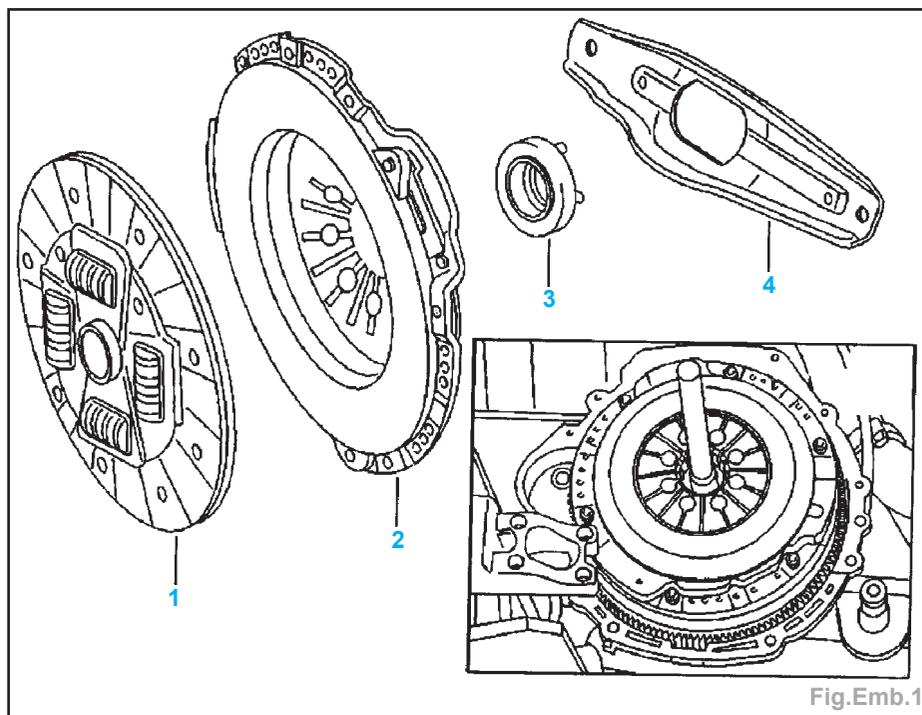

Fig.Emb.1
- Dévisser les vis de pression (2) (Fig.Emb.1).
- Retirer le plateau de pression (2) avec le disque d'embrayage (1) du volant moteur.
- Déposer la butée (3).
- Dévisser les vis du plateau de pression (2) (Fig.Emb.1).